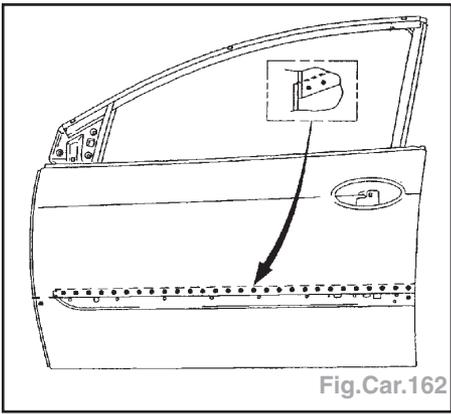

Fig.Car.162
- Appliquer une colle de calage «A2» sur le renfort latéral de porte (Fig.Car.162).